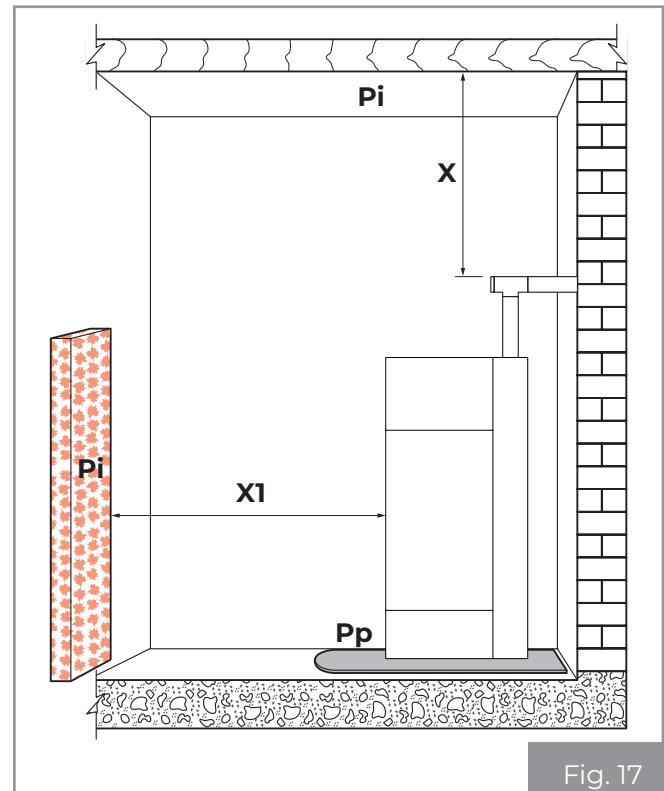
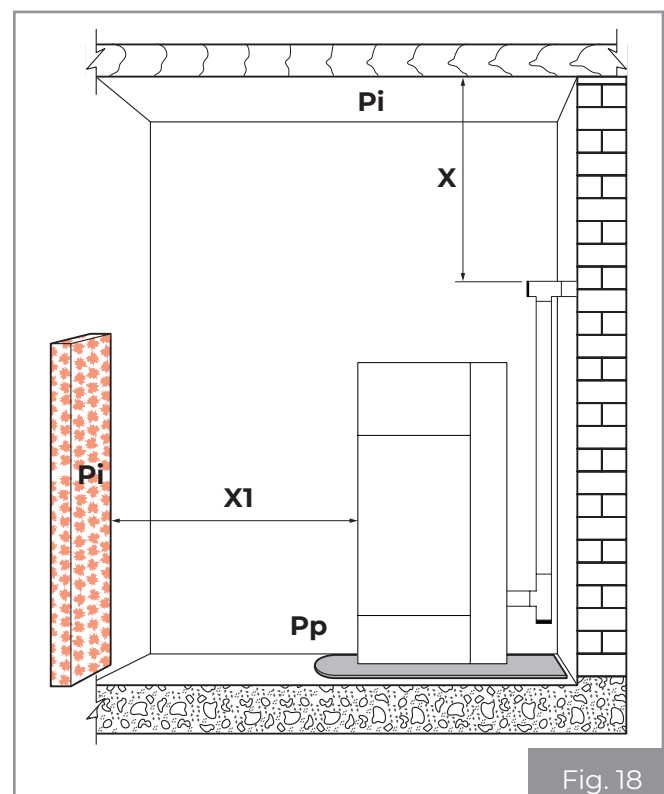

Fig. 17
Fig. 18
Si ricorda di rispettare la distanza minima dai materiali infiammabili (X), riportata sulla targhetta identificativa dei tubi usati per realizzare il camino (Fig. 17 - Fig. 18).